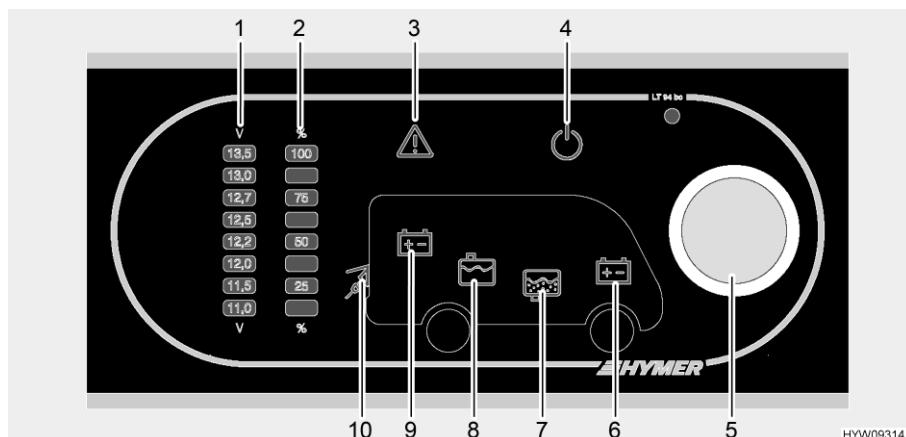

Fig. 132 Panneau de contrôle (LT 94)
Le bouton rotatif (Fig. 132,5) allume ou éteint le panneau de contrôle et l'alimentation 12 V de la cellule.
- Appuyer sur le bouton rotatif (Fig. 132,5) : L'alimentation 12 V de la cellule est assurée. Le voyant de contrôle 12 V (Fig. 132,4) est allumé.
- Appuyer sur le bouton rotatif (Fig. 132,5) : L'alimentation 12 V de la cellule est coupée. Le voyant de contrôle 12 V (Fig. 132,4) s'éteint.
Le bouton rotatif (Fig. 132,5) permet de s'informer sur la tension de la batterie de cellule ainsi que sur celle de la batterie de démarrage. La tension est indiquée sur le cadran de la tension de batterie (Fig. 132,1).
- Tourner le bouton rotatif (Fig. 132,5) jusqu'à ce que le symbole de la batterie dont on désire connaître la tension s'allume.
La tension de la batterie de cellule est indiquée (Fig. 132,9)
La tension de la batterie de démarrage est indiquée (Fig. 132,6)
- Relever la tension sur le cadran de la tension de batterie (Fig. 132,1).
Le bouton rotatif (Fig. 132,5) permet de s'informer sur le niveau du réservoir d'eau ainsi que sur celui du réservoir d'eaux usées. Le niveau est indiqué sur le cadran de niveau du réservoir (Fig. 132,2).
- Tourner le bouton rotatif (Fig. 132,5) jusqu'à ce que le symbole du réservoir dont on désire connaître le niveau s'allume.
Affichage du niveau de remplissage du réservoir d'eau (Fig. 132,8)
Affichage du niveau de remplissage du réservoir d'eaux usées (Fig. 132,7)
- Relever le niveau sur le cadran de niveau du réservoir (Fig. 132,2).
Le voyant d'alerte Alarme (Fig. 132,3) clignote dès que des seuils définis sont dépassés vers le haut ou le bas.
Le voyant d'alerte Alarme (Fig. 132,3) clignote dès que la tension de la batterie n'atteint plus 11 V. Quand l'alimentation 12 V est active, le symbole de batterie correspondant (Fig. 132,6 ou 9) est de plus allumé et l'affichage "11,0" clignote sur le cadran de la tension de batterie (Fig. 132,1). Menace de décharge profonde.
Alarme réservoir Le voyant d'alerte alarme (Fig. 132,3) clignote et le symbole de réservoir correspondant (Fig. 132,7 ou 8) s'allume dès que le réservoir d'eau est vide ou celui des eaux usées plein.
Le voyant de contrôle 230 V (Fig. 132,10) s'allume si l'arrivée du bloc électrique est sous tension de réseau.